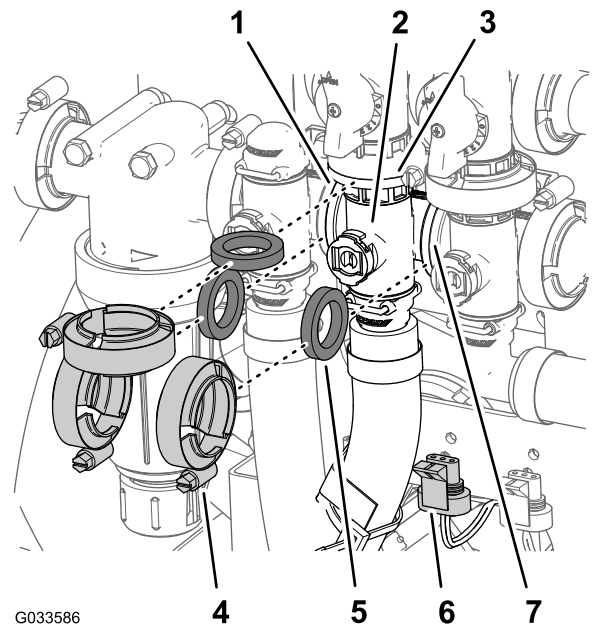

Bild 115
- Entfernen Sie die drei Flanschklammen und drei Dichtungen, mit denen der Verteiler für das Rührwerkventil (**Bild 115**) am Rührwerksicherheitsventil, Dosierungsregelventil und Hauptauslegerventil befestigt ist.